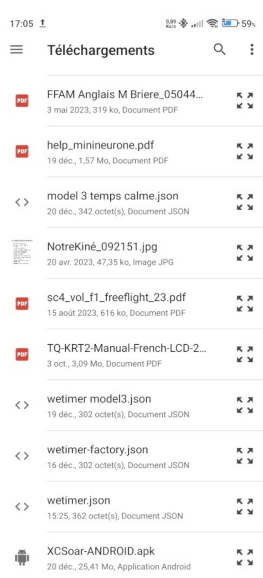

Figure 19
- ◆ Choisissez le fichier à recharger dans la minuterie (Figure 19),